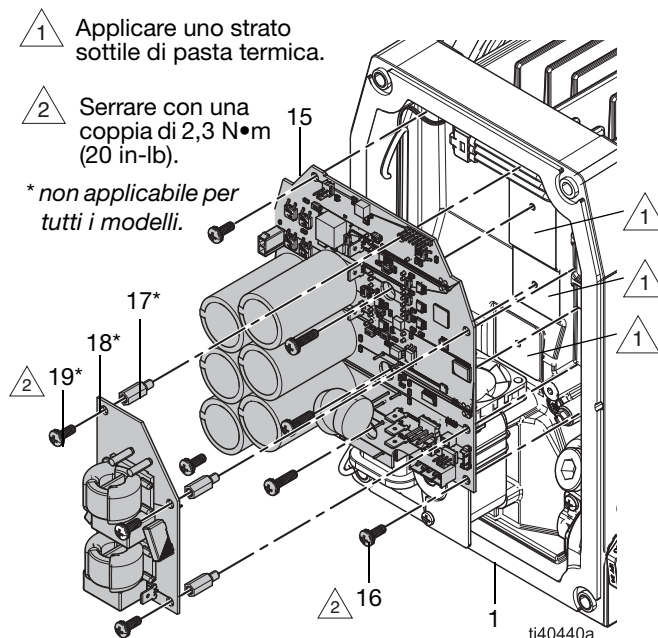

FIG. 11: Scheda di controllo e scheda filtro
Vedere FIG. 11.
2. Se necessario, applicare uno strato sottile di pasta termica dove indicato FIG. 11.
3. Tenere i cavi lontano dall'alloggiamento dello statore (1) e inserire la scheda di controllo (15) nell'alloggiamento dello statore.
4. Tenere in posizione la scheda di controllo (15). Allo stesso tempo, installare i dispositivi di fissaggio della scheda di controllo (16). Serrare a una coppia di 2,3 N•m (20 pollici-lb).
5. Se applicabile, installare i distanziatori (17), la scheda del filtro (18) e i dispositivi di fissaggio (19). Serrare saldamente i morsetti (19).
6. Se applicabile, collegare il cavo marrone di alimentazione della scheda filtro (18) a L1 e il cavo blu a L2 sulla scheda di controllo. Vedere gli **Schemi elettrici**, pagina 37.
7. Collegare tutti i cavi alla scheda di controllo (15) e alla scheda del filtro (18, se applicabile). Vedere gli **Schemi elettrici**, pagina 37.